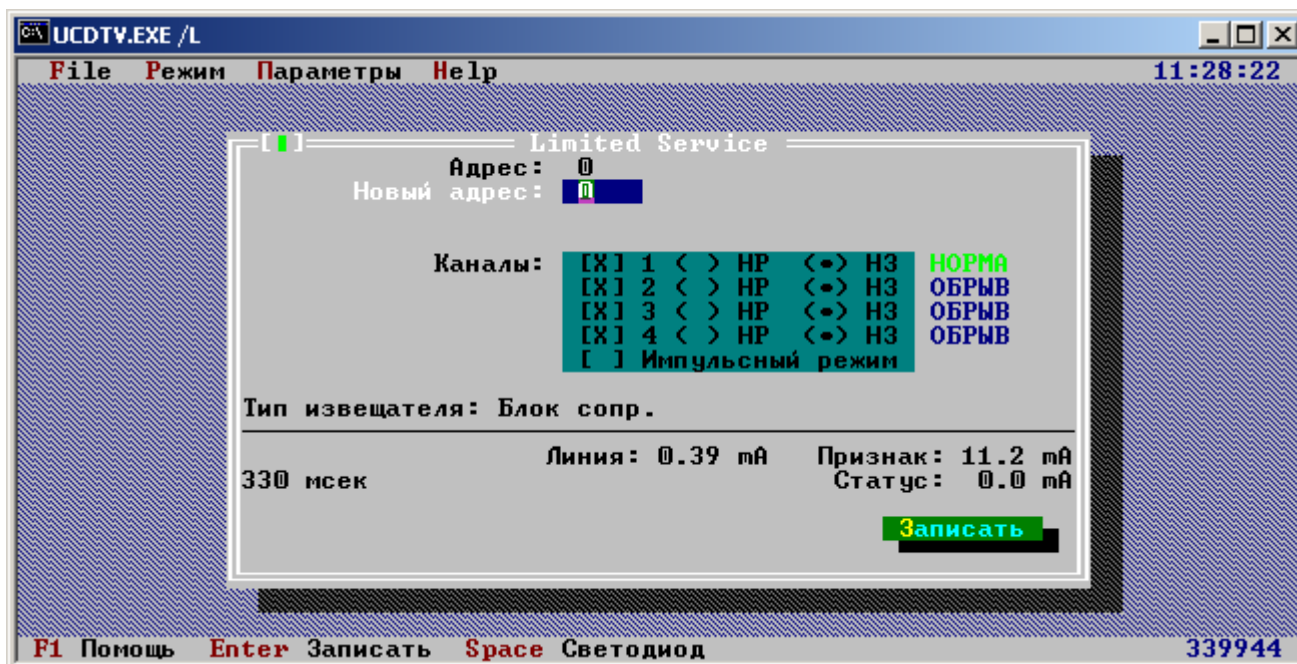

Рис.10. Диалоговое окно изменения параметров блока БСА
6.1.12 Для блоков БСА существует возможность включить или отключить любой из двух подшлейфов и изменить тип его контакта на нормально замкнутые (НЗ) или нормально разомкнутые (НР), а также изменить режим работы импульсный/обычный. (рис.10)